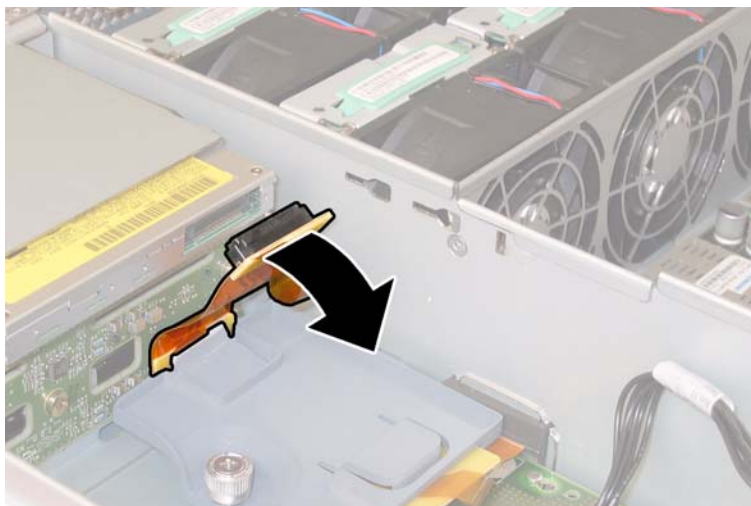

図 4-14 DVD-ROM ドライブのフレックスケーブルコネクタの取り外し
7. DVD-ROM ドライブ背面からフレックスケーブルのリテーナを外します。図 4-14 を参照してください。